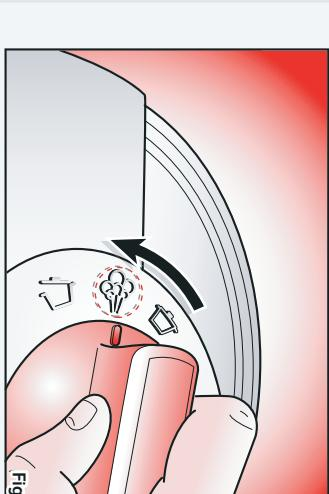

Fig.5
- Avant chaque utilisation de votre Sésame, vérifiez que les soupapes de fonctionnement (I) et de sécurité (J) à l'intérieur du couvercle sont mobiles - **fig. 5**
- Lorsque la vapeur s'échappe du conduit d'évacuation (A) de façon continue (PSCHHHHT), la cuisson commence, réduisez votre source de chaleur.